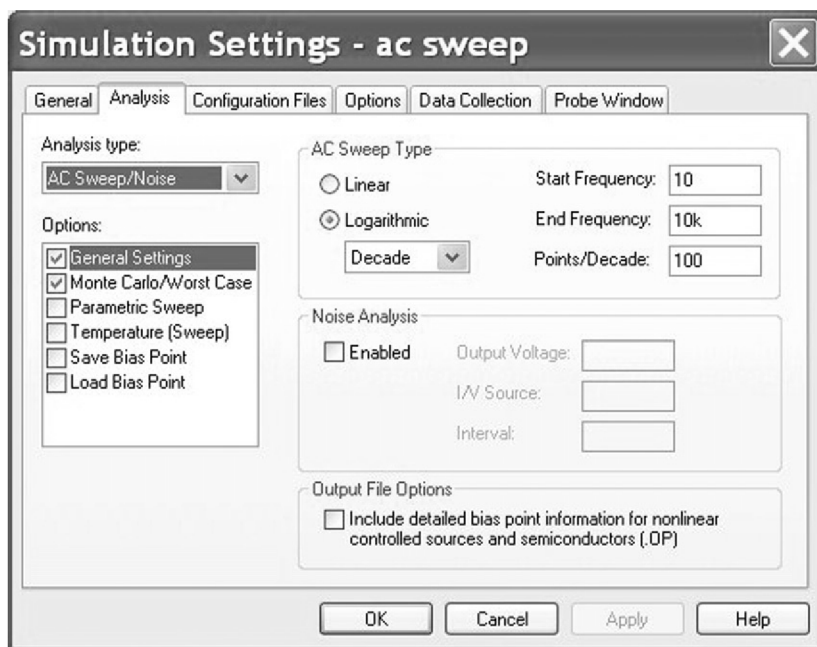

图 11.7 交流分析设置
5. 如图 11.7 所示, 对电路进行交流分析设置, 起始频率为 10Hz, 截止频率为 10kHz, 对数扫描方式, 每 10 倍频 100 点。然后单击 **Apply** 按钮对仿真设置进行确定, 切记不要退出仿真设置。